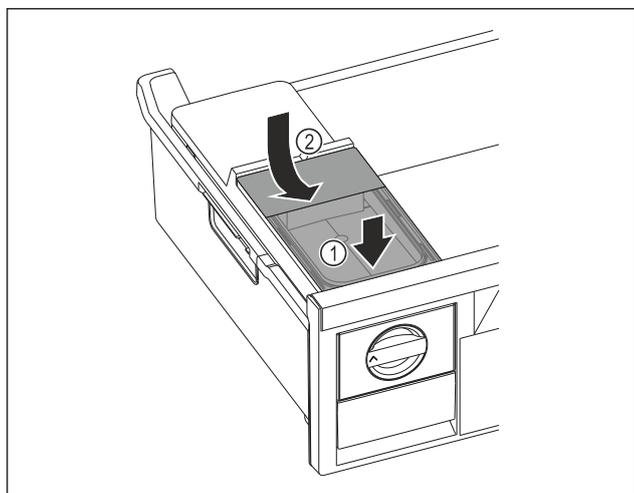

Fig. 104
- ▶ Colocar el depósito de agua por delante. Fig. 104 (1)
- ▶ Bajar el depósito de agua por detrás. Fig. 104 (2)